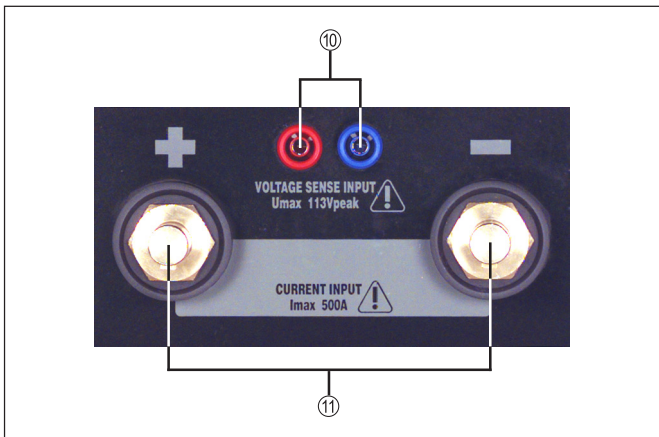
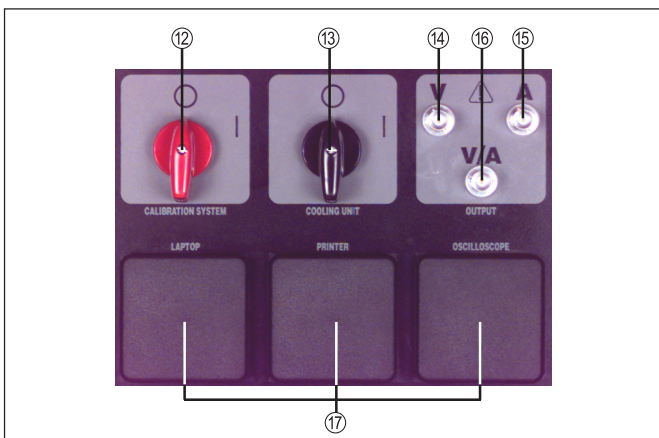

Fig. 3 Raccords sur l'avant
Fig. 4 Éléments de commande / raccords sur l'arrière
- ②⑦ **Fil de mesure** ... pour relier le système de calibrage (fig. 4) et un appareil de mesure externe.
- ②⑧ **Fil de raccordement pour la commande de la torche**
- ②⑨ **Adaptateur raccord central Fronius**
- ③⑩ **Adaptateur raccord central Euro**
- ③① **Câble électrique +/- avec fils de sense** ... Raccord entre la sortie de la soudeuse et le système de calibrage (fig. 3, raccord électrique et entrée sense).